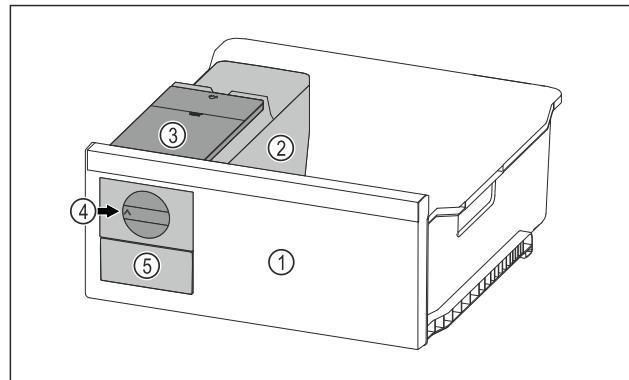

Fig. 127 Примерное изображение
- Поверните поворотную кнопку Fig. 127 (4) по часовой стрелке до упора.
- Кубики льда упадут из ванночки для кубиков льда в выдвижной ящик для кубиков льда Fig. 127 (5). Если не все кубики льда извлекаются из ванночки для кубиков льда: